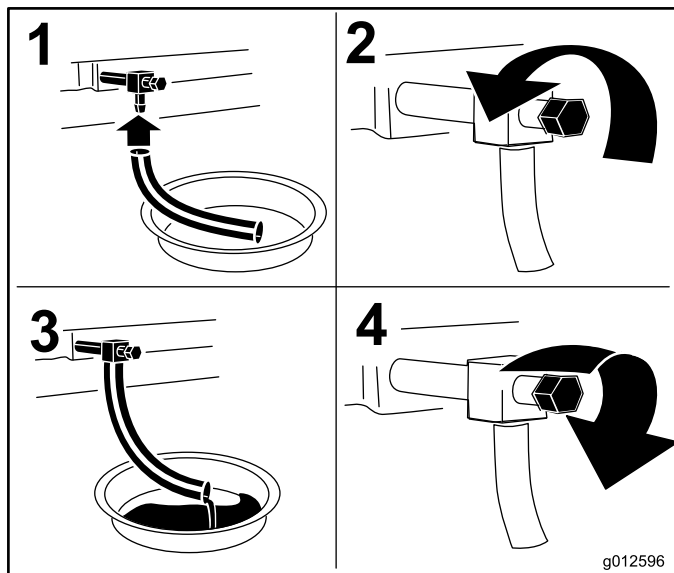

Figura 43
3. Prima di scendere dal posto di guida dell'operatore, spegnete il motore, toglie la chiave di accensione e attendete che si fermino tutte le parti in movimento (Figura 43).